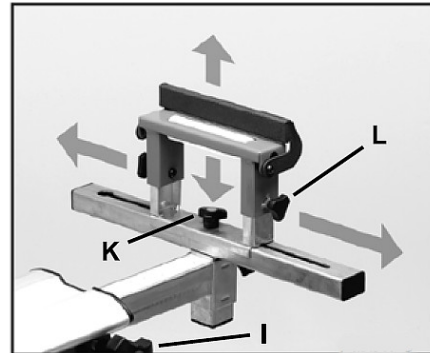

Fig. 12: Montaje del soporte de rodillos con tope articulado
El soporte del rodillo se puede mover hacia adelante y hacia atrás aflojando el mango giratorio (K). (Fig. 12) La altura de los rodillos se puede regular aflojando las manivelas giratorias (L) o utilizando el soporte completo en "T".